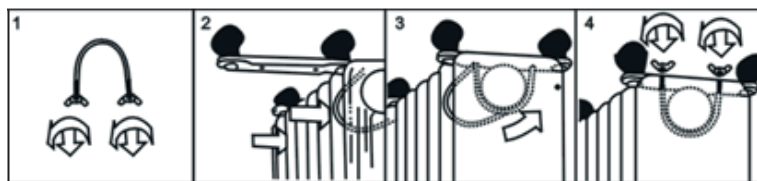

рис. 2
- установить ножки с колесами (**6**) - **рис. 2**
2. Установить металлические основания колес при помощи скоб и гаек - **рис. 2**. Основания должны быть расположены в соответствии с, **рис. 1**.